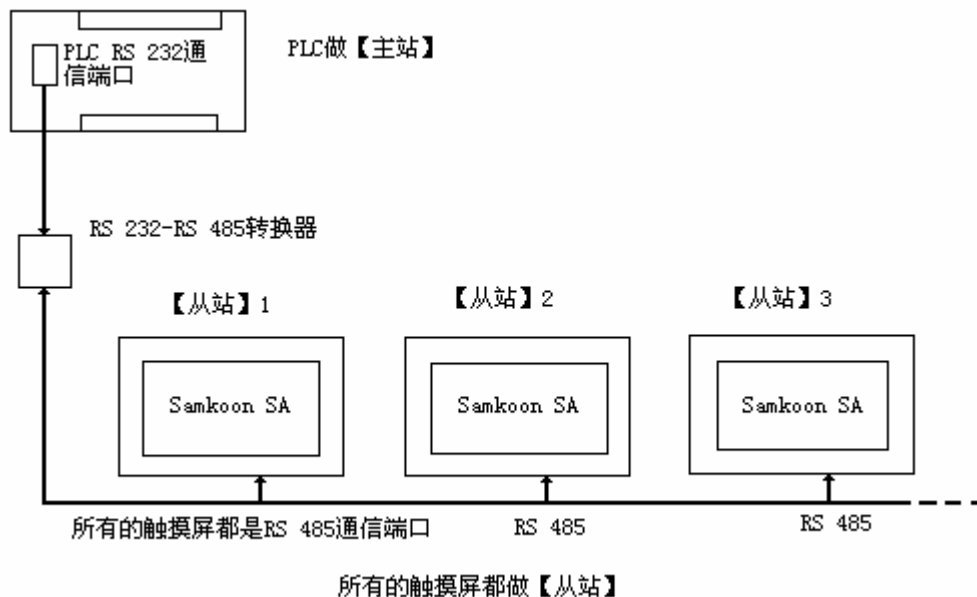

图 9-1 PLC(RS232)做【主站】的“一机多屏”连接示意图
1. 连接 PLC 的通信口为 RS232，连接方式和系统设置如下图 9-1，图 9-2，图 9-3 所示：